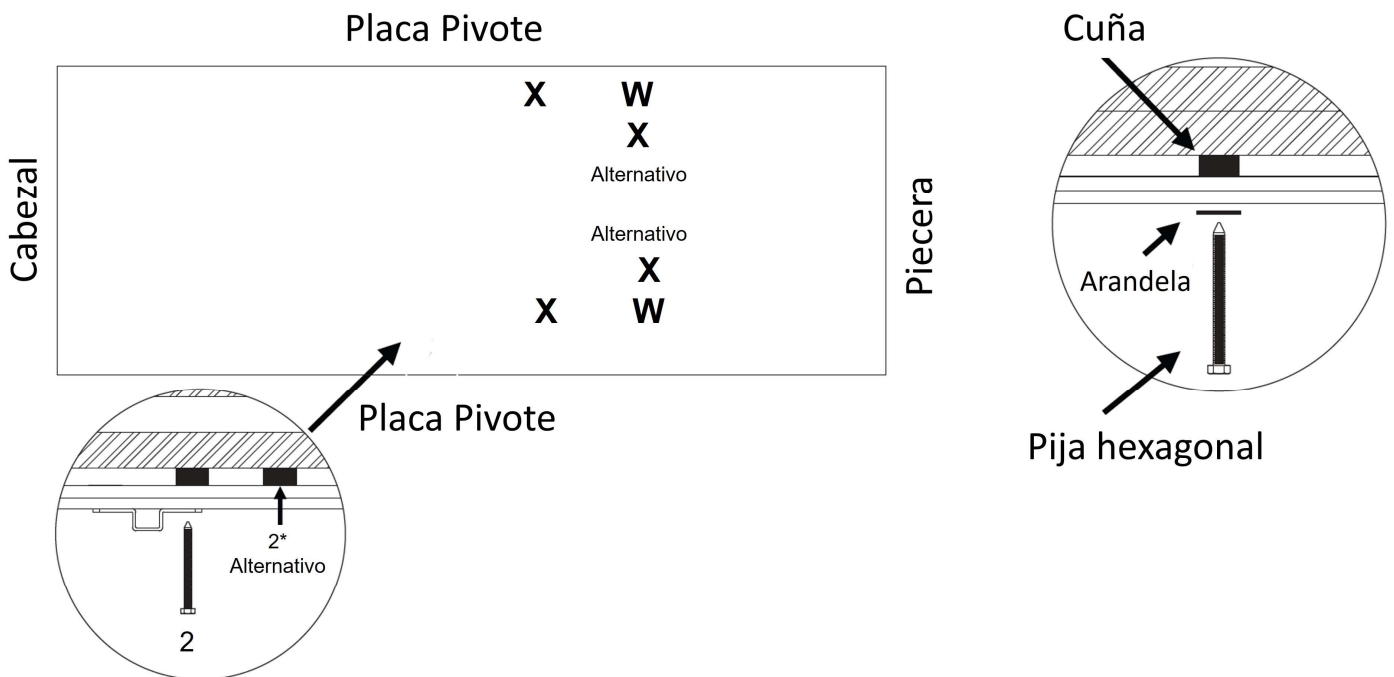

FIGURA 26 : ASEGURANDO MARCO LATERAL
U. Instalador #1 y #2: Coloque cuñas desde abajo y desde arriba en los 2 orificios restantes, 1 en cada riel lateral del marco de aluminio. (Ver **Figura 25**). Las cuñas deben proporcionar un soporte uniforme para que el marco de aluminio no se tuerza o pandee. Perfore orificios guía de 5/32" de diámetro por 3" de profundidad en las vigas del techo a través de los bujes plásticos en la posición 2. Instale las 2 pijas hexagonales para asegurar la escalera de ático (ver **Figura 26**).